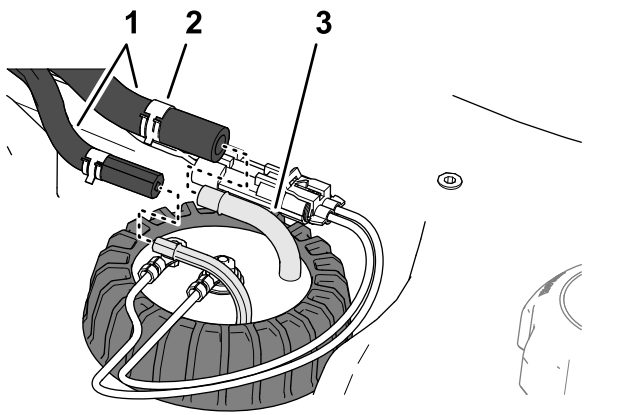

Figura 91
5. Conecte la manguera a los acoplamiento del sensor de combustible, y sujete las mangueras a los acoplamiento con las abrazaderas (Figura 91).